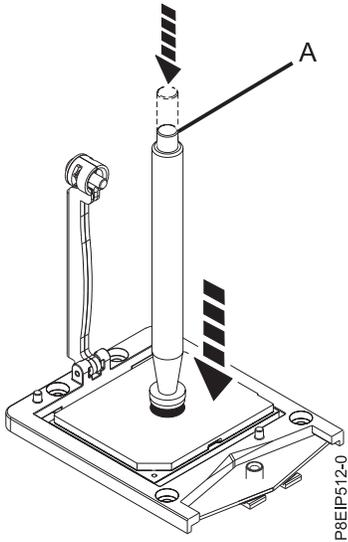

Abbildung 69. Ausbauwerkzeug auf das Systemprozessormodul herabsenken
3. Senken Sie den Vakuumstift auf das zu installierende Systemprozessormodul ab. Drücken Sie das obere Ende des Stiftes ganz herunter (**A**) und halten Sie den Stift im Zentrum des Prozessormoduls (siehe Abb. 69 auf Seite 64). Lassen Sie das obere Ende des Stiftes los, um den Stift am Prozessormodul zu befestigen.